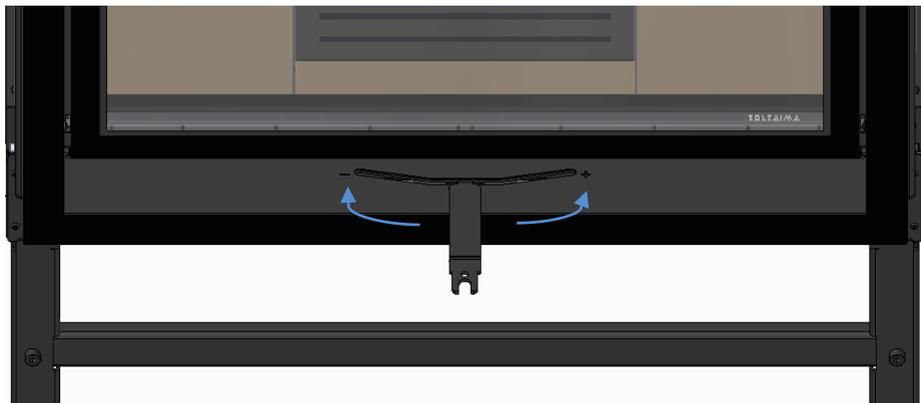

Figura 27
Para abrir los registros de aire - Deslice el regulador hacia el lado derecho (referenciado con el símbolo "+") con la llave que viene en el equipo, durante la fase de iluminación y mayor consumo de leña, ver Figura 27.
- a) Abra el regulador del aire de combustión, mueva el regulador de combustión a la posición “+” (véase la Figura 27);